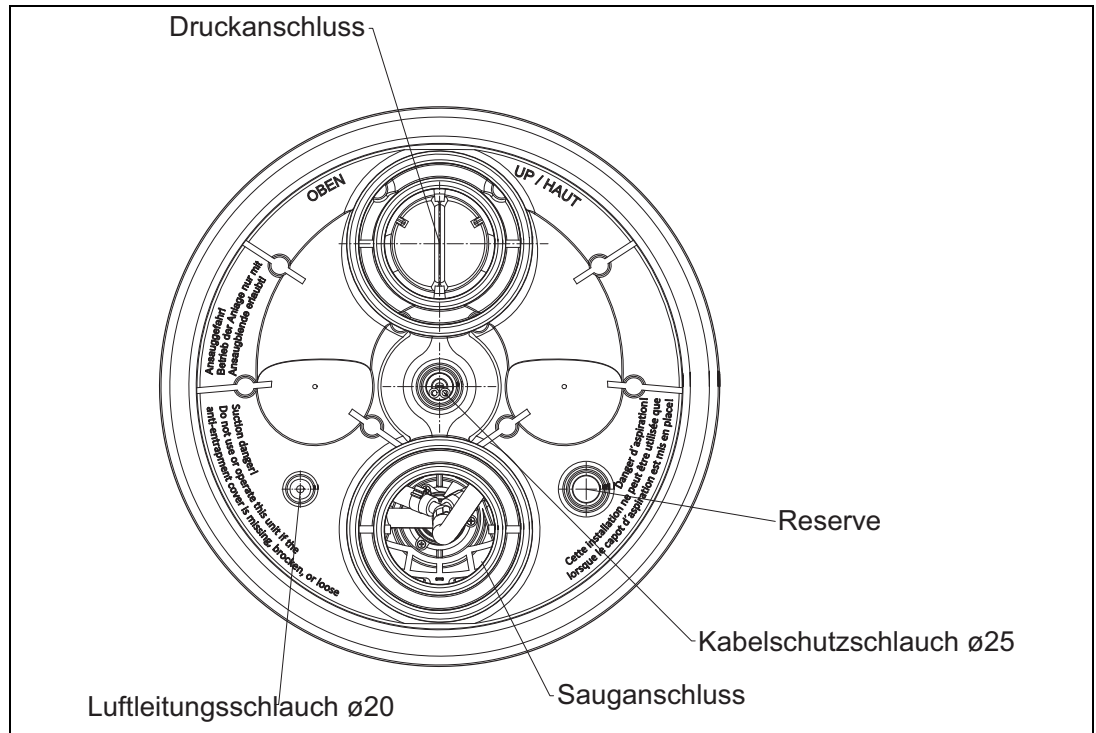

Abb.9
1. Einkleben des Kabelschutzschlauches und des äußeren Luftleitungsschlauches (Abb. 9).